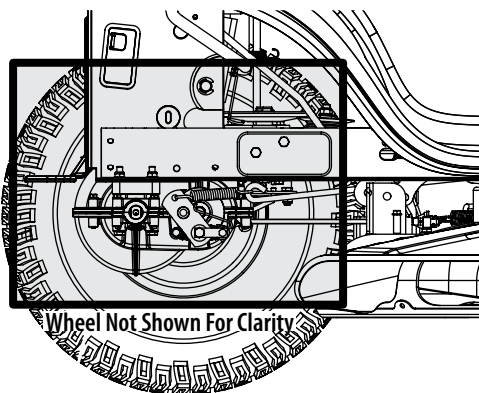

Figura 4-4
- Limpia alrededor y cerca de la transmisión, el eje y el área del ventilador. Vea la Figura 4-4.